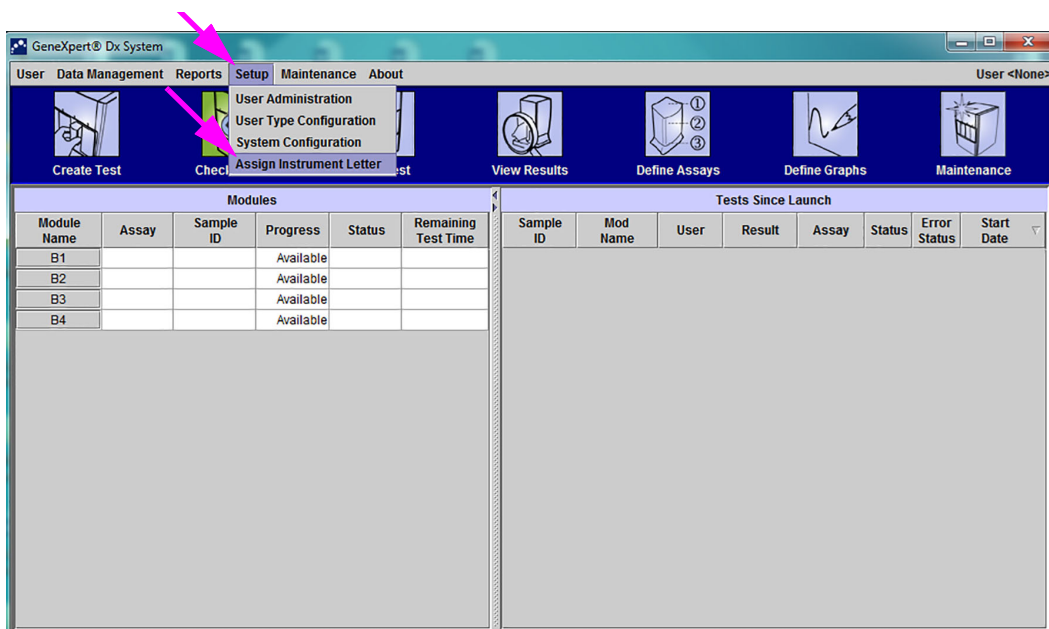

Figura 2-56. Fereastra sistemului GeneXpert Dx, afișând meniul vertical Configurare
4. În fereastra sistemului GeneXpert Dx, faceți clic pe **Configurare (Setup)** în bara de meniu și apoi selectați **Alocare literă instrumentului (Assign Instrument Letter)**. Apare caseta de dialog Alocare literă instrumentului (Assign Instrument Letter). Consultați Figura 2-56. În același timp, indicatoarele LED verzi ale celor patru module care cuprind cadranul selectat vor lumina intermitent.